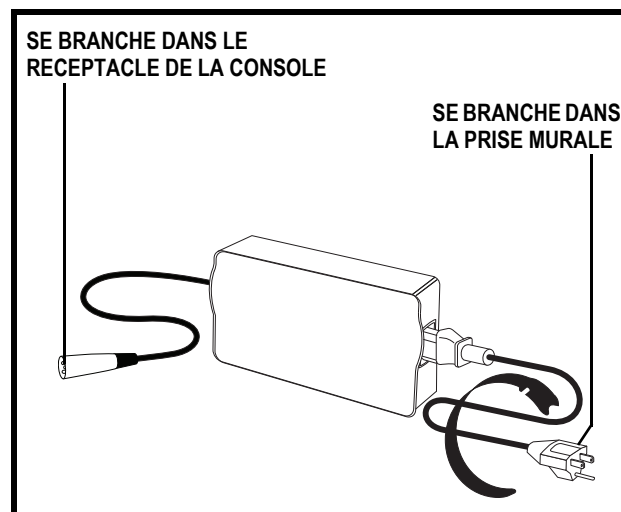

Figure 12. Chargeur externe
4. Branchez le connecteur 3-branches du chargeur dans le réceptacle du chargeur. **Voir la figure 12.**